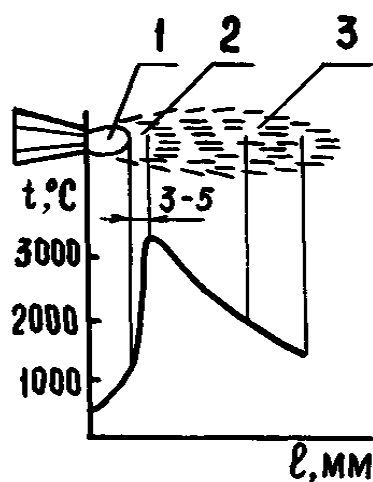

Рисунок 8.1 –Схема строения ацетилено - кислородного пламени и распределение температуры по длине пламени: 1 - ; 2 - ; 3 -
4. Схема ацетилено - кислородного пламени приведена па рис.8.1.